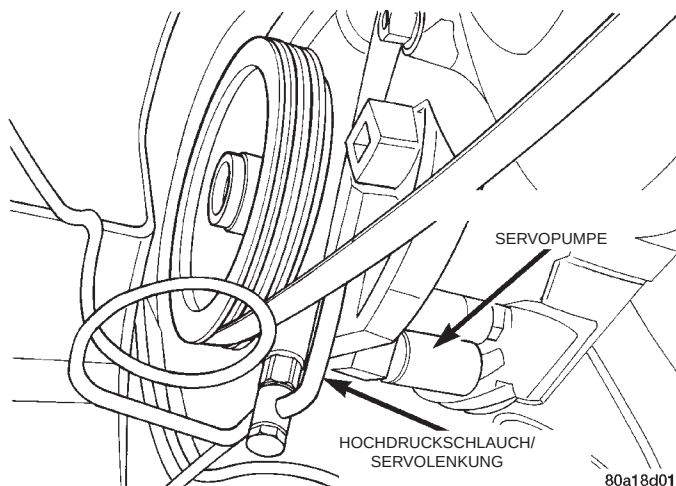

**Abb. 36 Befestigung des Hochdruckschlauchs an der Servopumpe**
(7) Hochdruckschlauch von der Servopumpe abmontieren (Abb. 36). Das offene Ende des Schlauchs in einen Auffangbehälter halten, so daß das Servoöl aus der Servopumpe, dem Ölzufuhrschlauch und dem Hochdruckschlauch herauslaufen kann. **Sobald das Servoöl abgelaufen ist, das Schlauchende und den Hochdruckanschluß an der Servopumpe verschließen.**
(11) Hochdruckschlauch an der Servopumpe montieren, so daß er nicht mit der Riemenscheibe in Berührung kommt (Abb. 36). Dann die Hohlsschraube mit einem Anzugsmoment von 34 N·m (25 ft. lbs.) festziehen.